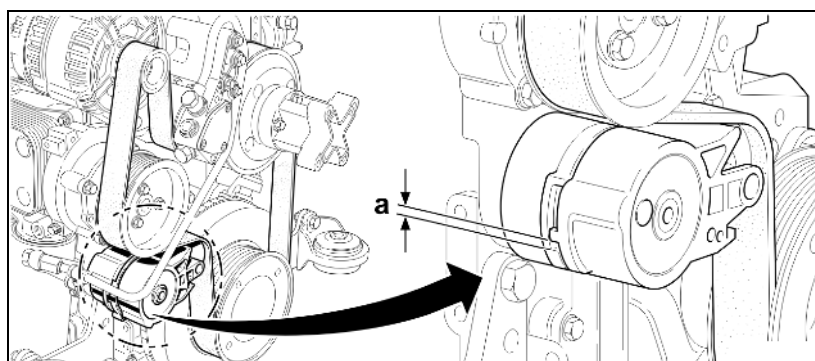

Bild 173
1. Ställ en uppsamlingsbehållare und låsskruven (Bild 173/1).